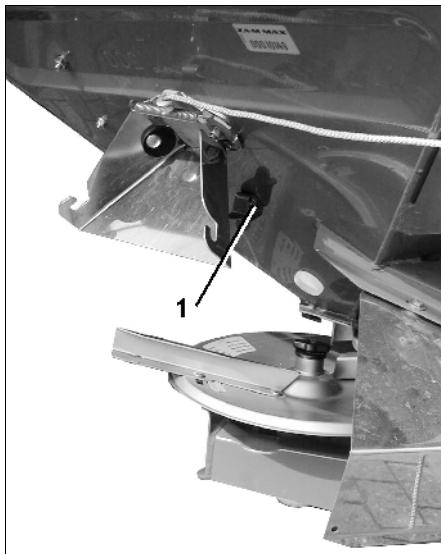
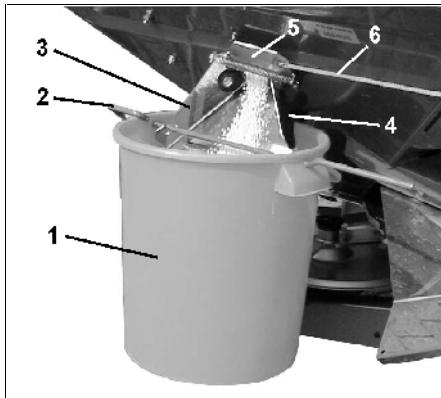

Рис. 34
Рис. 35
- Подвесьте улавливающую емкость (Рис. 35/1) при помощи скобы (Рис. 35/2) на наклонном лотке (Рис. 35/3). Вставьте улавливающую емкость в зажимное приспособление (Рис. 35/4 и Рис. 34/1).
- Боковую шиберную заслонку (Рис. 35/5) наклонного лотка откройте полностью прибл. на 5 сек. при помощи троса (Рис. 35/6) (чтобы обеспечить равномерный поток удобрений). Затем уловленные удобрения необходимо высыпать обратно в распределитель.